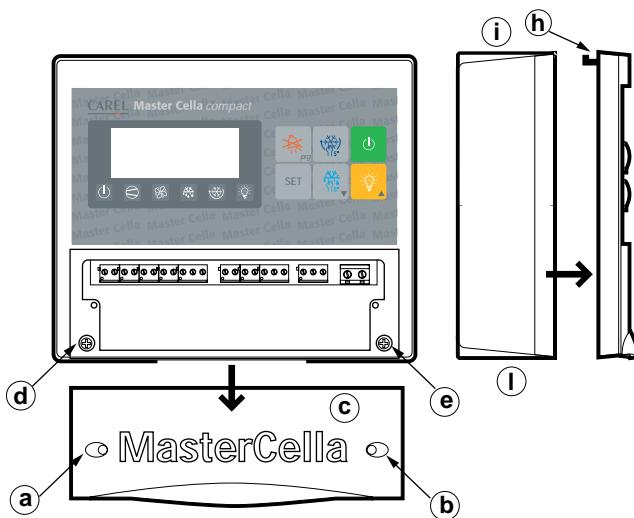

Fig. 1.2.1
Con referencia a la Fig. 1.2.1 y a los relativos particulares:
2. Desatornillar los dos tornillos frontales (Fig. 1.2.1. part. a, b) y quitar el postigo central (part. c).
1. Desatornillar los dos tornillos frontales (Fig. 1.2.1, part. a, b) y quitar el postigo central (part. c).